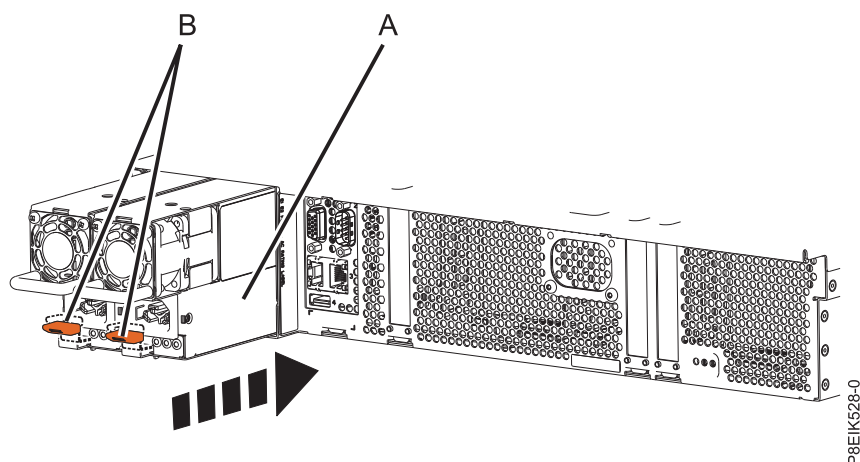

図 46. システムの電源装置の取り替え
2. 電源装置 (A) をベイに位置合わせし、赤褐色のラッチ (B) が所定の位置にロックされるまで、電源装置をスライドさせてシステムに押し込みます。図 46 を参照してください。